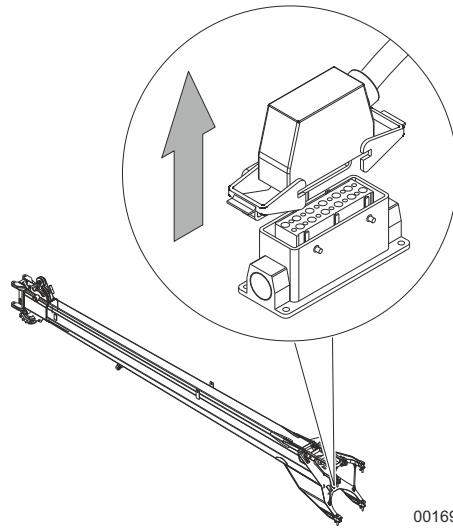

Fig. 151 Cabo do fim de curso de elevação
- 20 | Puxe o cabo da chave de limite de elevação da lança volante para fora da bucha na Fig. 151.